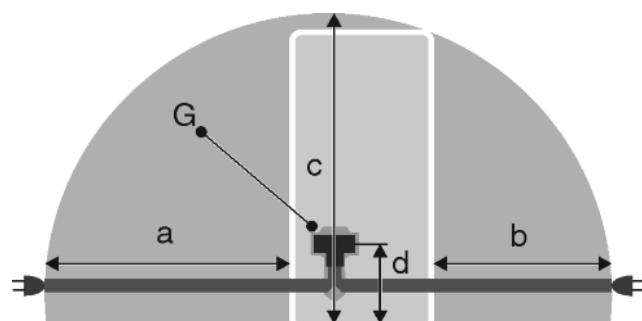

Fig. 52
- Контактът трябва да е извън зоната на задната страна на уреда и в рамките на дефинираната зона Fig. 52 (a, b, c).
- Включете щепсела на уреда Fig. 52 (G) от задната страна на уреда. Обърнете внимание на доброто фиксиране.